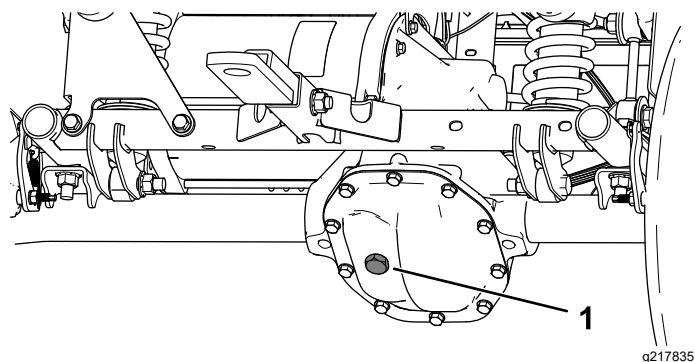

Figura 48
4. Retire el tapón de llenado del transeje (Figura 48).
4. Retire el tapón de llenado del transeje, y llene el transeje con el fluido especificado hasta que salga del orificio de llenado (Figura 48).
5. Si el nivel de fluido es bajo, retire el tapón de llenado y añada el fluido especificado hasta que salga del orificio (Figura 48).